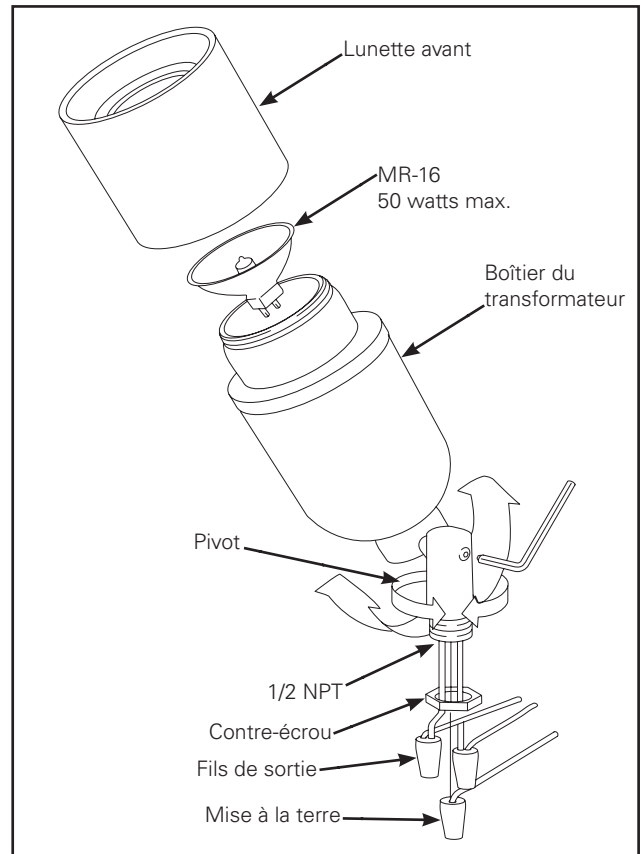

Figure 1.
- MR16: Pour installer l'ampoule MR-16 dans le luminaire, dévissez la lunette avant, poussez les broches de l'ampoule dans les petits trous de la douille et remplacez la lunette. Si vous avez de la difficulté à visser la lunette dans le corps, dévissez les petites vis de blocage du renfort externe et vissez la lunette dans le corps. Évitez de trop serrer les petites vis de blocage. (Figure 1.)